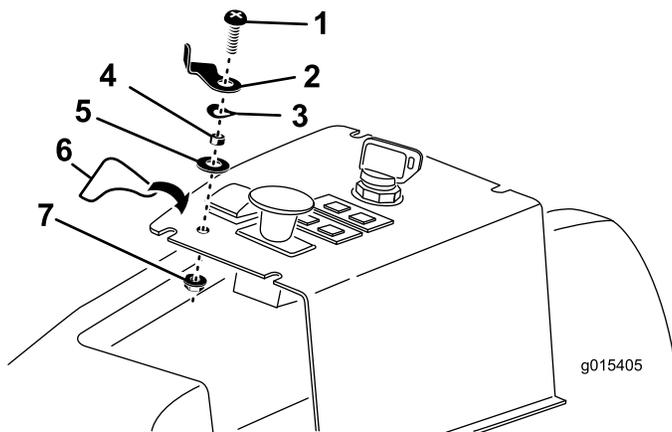

図 13
3. 昇降ロックレバー、スペーサ、ウェーブワッシャ、平ワッシャを順に 1/4 x 1 インチ皿ねじに通す(図 13)。
4. ロックレバー・アセンブリを通したねじをコントロールパネルの穴に通し、ロックナットで固定する。ロックレバーを 図 13 のように配置する。
5. ロックレバーのデカルをコントロールパネルに 図 13 のように貼り付ける。